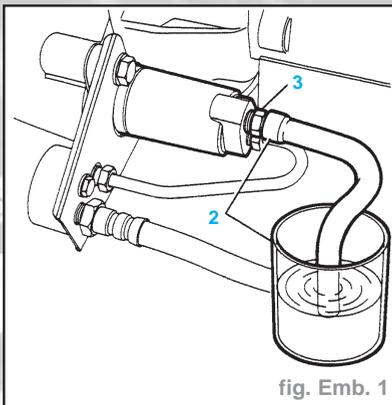

fig. Emb. 1
- Attacher un morceau approprié (2) de flexible sur la vis de purge du cylindre récepteur et immerger l'autre extrémité dans un récipient propre approprié à moitié rempli de liquide hydraulique (Fig. Emb. 1).